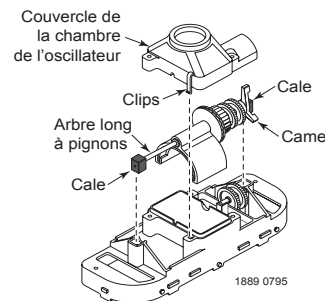
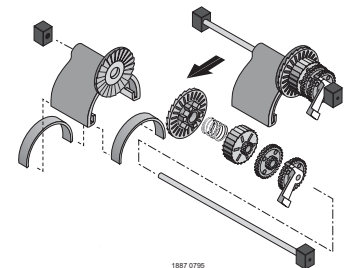

Figure 23a
Figure 23b
3. Remettre le corps inférieur à l'endroit. Dégrafer les 2 agrafes du couvercle de la chambre de l'oscillateur (Figure 23a) le retirer.
4. Par les cames qui se trouvent à son extrémité, tirer droit vers le haut le grand arbre à pignons (Figure 23a). Immobiliser les joints de l'oscillateur et les cales sur l'arbre. La came peut gêner la tige de fixation de l'arbre. Dans ce cas, tourner légèrement l'arbre jusqu'à ce qu'il dégage l'axe. L'arbre peut maintenant être démonté (Figure 23b).
5. Sortir l'arbre long à pignons de l'oscillateur (y compris tous les pignons) et faire bien attention de ne pas perdre les joints de l'oscillateur, car ils risquent de tomber à ce point (Figure 23b).